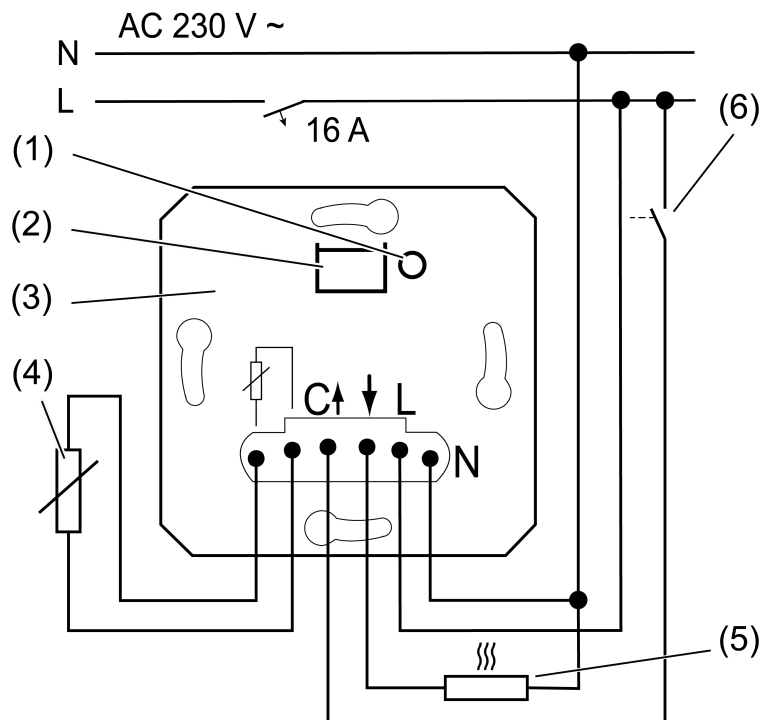
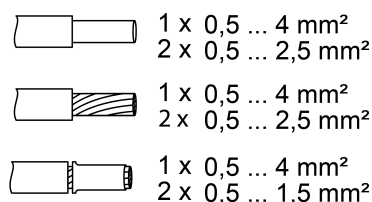

Bild 1: Anslutningsexempel för insatsen
Bild 2: Klämbär ledningsarea
- Anslut insats (3) enligt anslutningsschemat (Bild 1). Observera då de klämbära ledningsareorna (Bild 2).
- Anslut valfri extern fjärrsensor (4) (tillbehör).
- i** Genom att man trycker kort på knappen **TEST** (1) kan lasten kopplas om. LED (2) lyser grön när belastningen är påslagen.